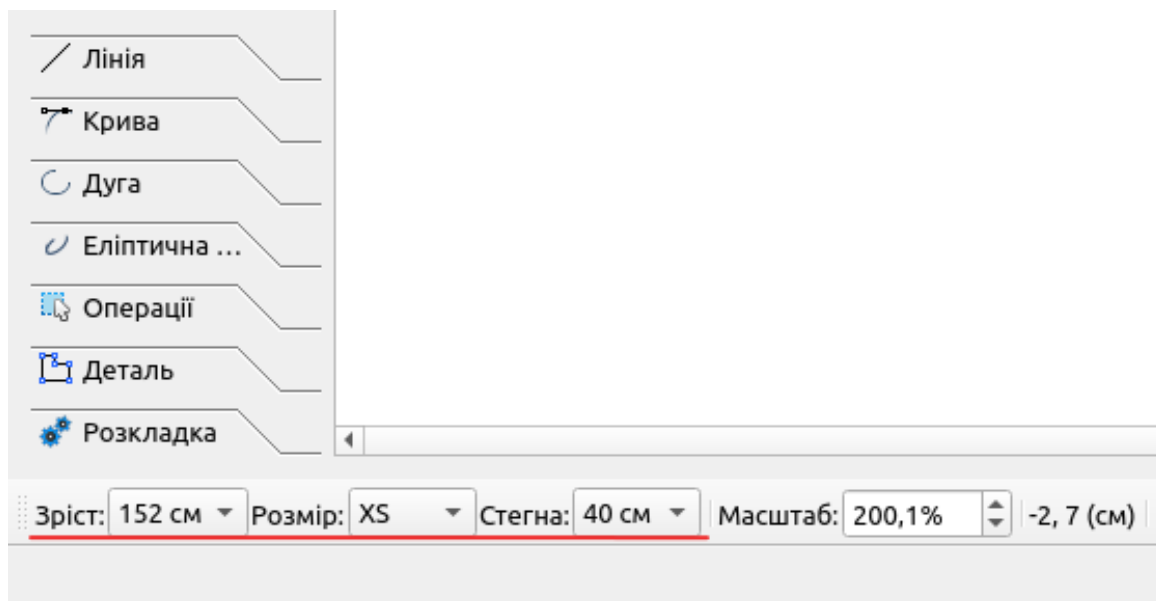

Рис. 6.15: Вибір активних вимірів в «Валентині»
свої варіанти для мірки Обхват стегон (Z). Конфігурація з якою ми маємо справу схематично має вигляд: $X \rightarrow Y \rightarrow Z$. При підключенні до «Валентини» такої таблиці буде доступно відразу три випадних списки для переключення активних вимірів (див. рис. 6.15).
Після прив'язки багаторозмірних мірок до файлу викрійки з'являється можливість контролювати активні значення вимірів за допомогою випадних списків внизу вікна програми (див. рис. 6.15).